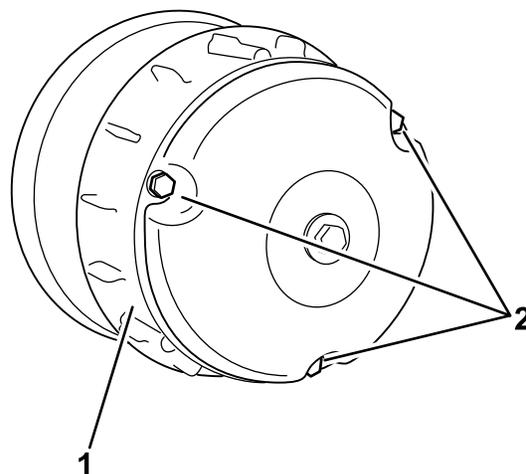

Figura 41
3. Togliete i tre bulloni che fissano il carter della frizione e togliete il carter (Figura 41).